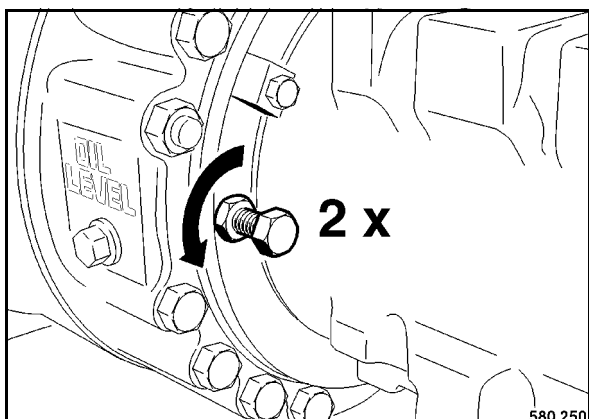

Fig. 64
- Desenroscar los tornillos para soltar el freno (Fig. 64) por dos vueltas y apretar las contratueras.